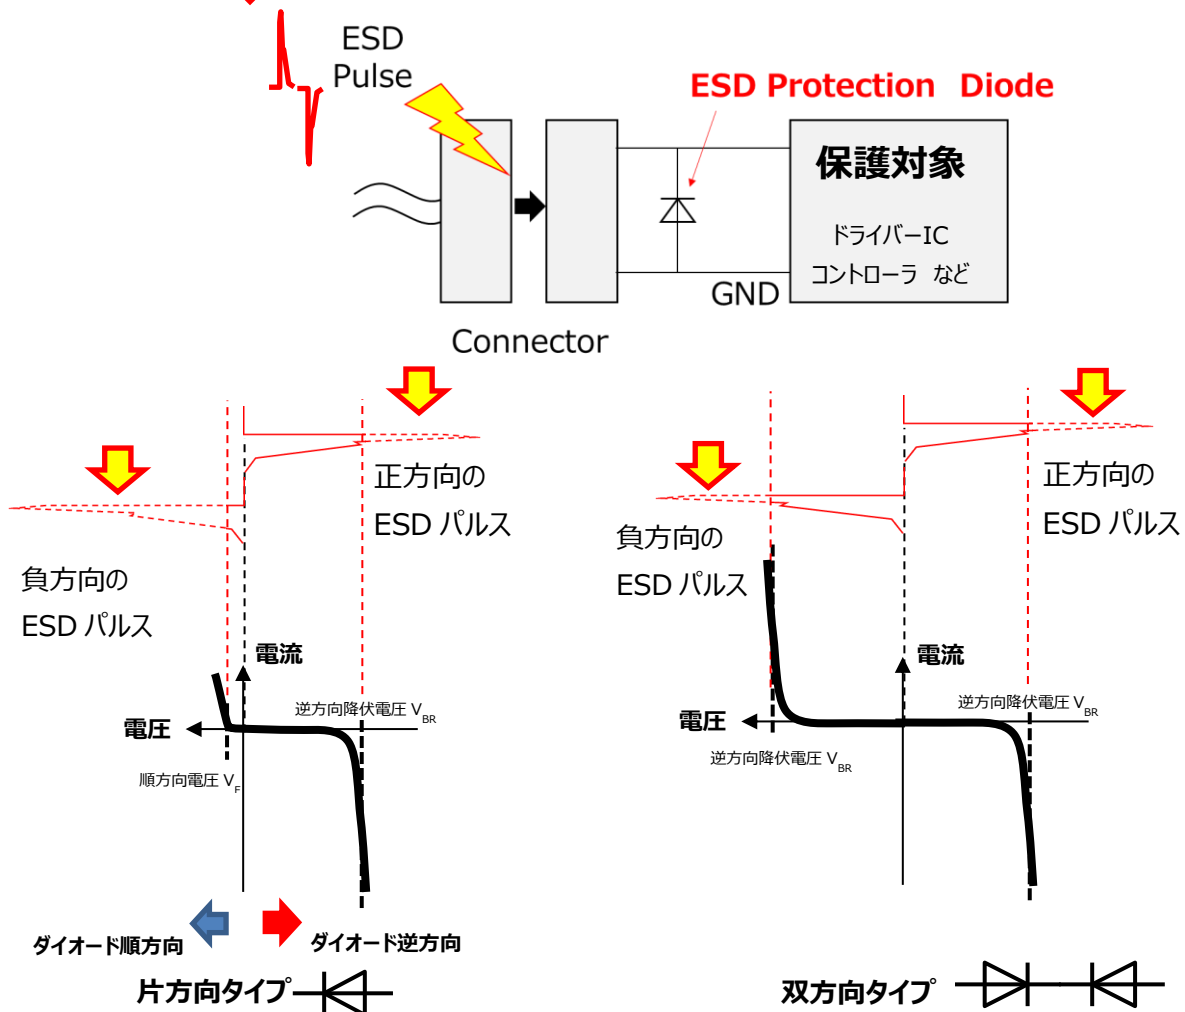

図 3-16 片方向/双方向 ESD 侵入時
ESD 侵入時には ESD 保護用ダイオードはオンまたは逆方向降伏の状態になります。図 3-16 に示すように、片方向タイプでは正の方向の ESD パルスに対しては逆方向降伏で ESD を吸収し、負の方向の ESD パルスに対してはダイオードがオンすることで吸収します。
- ① ESD パルスの極性・・・ESD パルスの正方向・負方向に対しては、片方向 ESD 保護用ダイオード・双方向 ESD 保護用ダイオードの両極性とも図 3-16 に示すように吸収します。従って、極性に関しては心配ありません。
- ② ダイナミック抵抗 (R_{DYN}) が低いこと・・・ESD パルス印加時、印加側から見て ESD 保護用ダイオードと被保護素子は並列になります。ESD 保護用ダイオードの R_{DYN} が低いほど、保護対象に印加されるエネルギーは低くなり、破壊されにくくなります。
- ③ クランプ電圧 (V_C)、1st Peak Voltage が低いこと・・・ ESD 侵入時に 1st Peak Voltage やクランプ電圧が高い保護素子では、エネルギーを吸収しきれず保護対象が破壊される可能性があります。
① 侵入した ESD パルスの極性に対する ESD 保護用ダイオードの動作